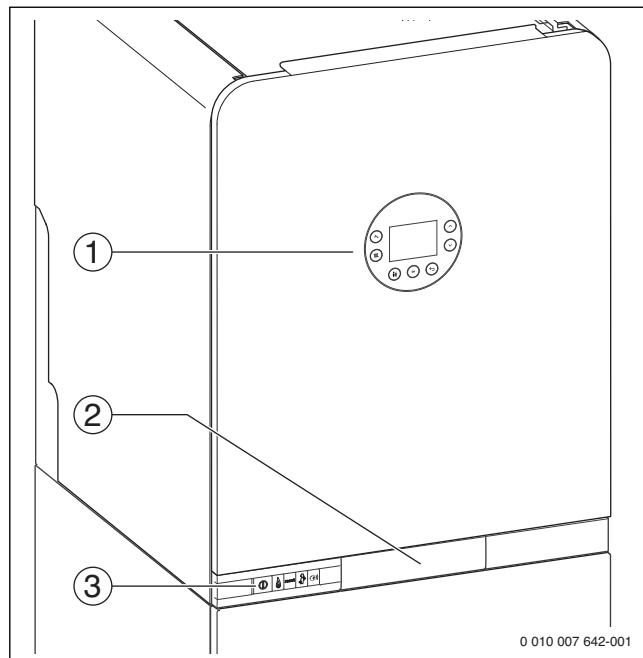

Fig. 7 Privire de ansamblu asupra elementelor de comandă
- Unitate de comandă integrată în aparat, pentru reglare în funcție de temperatură exterioră (→ Fig. 7).